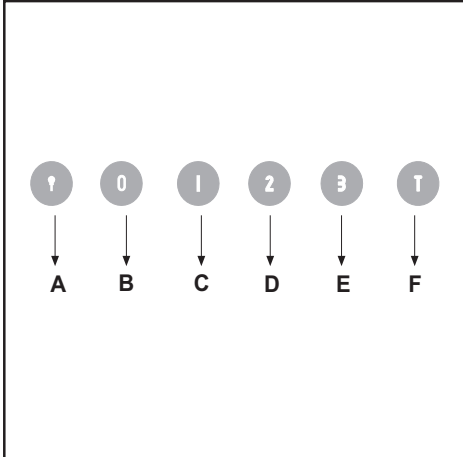

Fig.8
• **COMANDI:**(Fig.8) **LUMINOSI** la simbologia è di seguito riportata: